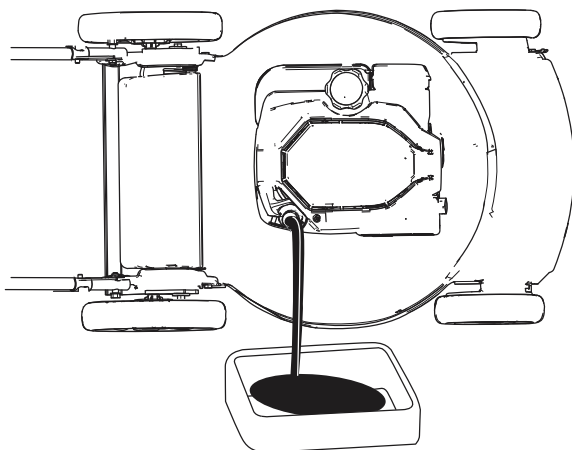

Figure 24
4. Inclinez la machine sur le côté (filtre à air en haut) pour vidanger l'huile usagée par le tube de remplissage (Figure 24).